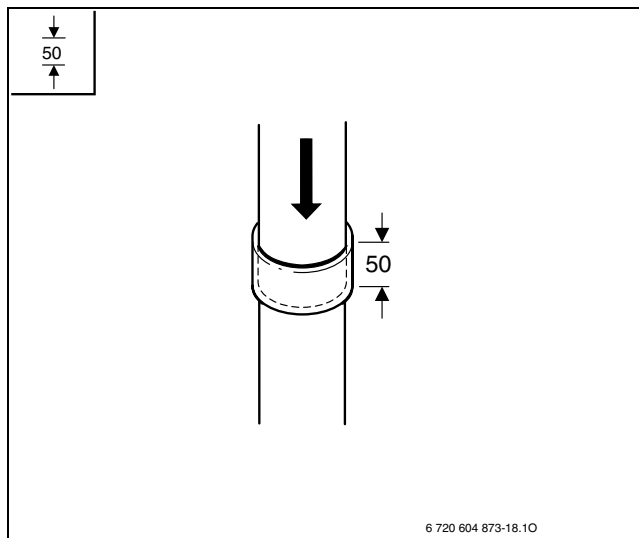

Рис. 2
- ▶ При з'єднанні газовивідних деталей зсувати їх до упору (наприклад, на Рис. 2 показано глибину посадки 50мм).